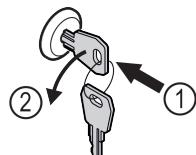

Fig. 170
- Uvucite ključ. Fig. 170 (1)
- Okrenite ključ za 90° nalijevo. Fig. 170 (2)